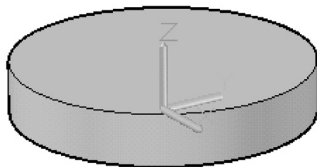

图 10-25 转换为实体
3) 在命令行的“输入命令”提示下输入“CONVTOSOLID”按〈Enter〉键, 或者在功能区“常用”选项卡的“实体编辑”面板中单击“转换为实体”按钮, 接着选择具有厚度的该圆, 按〈Enter〉键, 则被选定的对象转换为图 10-25 所示的实体。